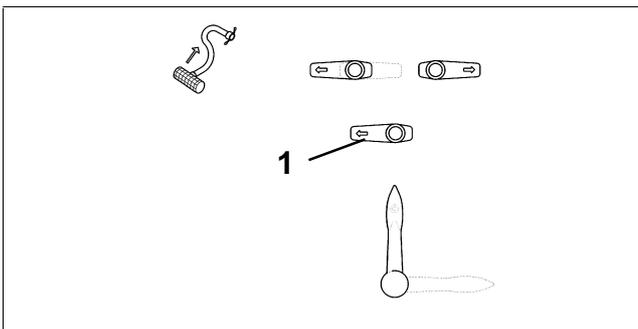
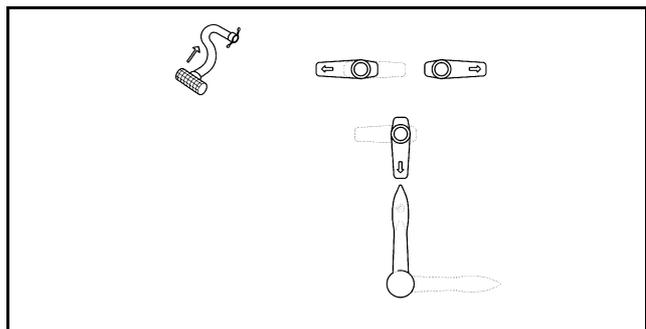

Fig. 10.6
Fig. 10.7
- colocar primeramente el grifo de conmutación de varias vías en la posición "Aspirar". Una vez que la bomba haya aspirado líquido, colocar también el grifo de conmutación de 3 vías (Fig. 10.6/1) en la posición "Aspirar" (Fig. 10.7/1).